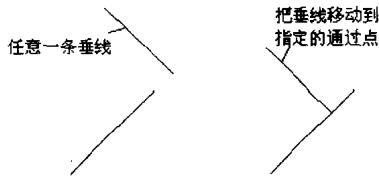

图1-8 画垂线
1. 首先用 LINE 命令并结合垂足捕捉画出任意一条垂线，如图 1-8 左图所示。